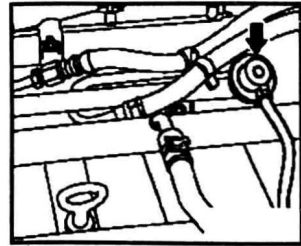

图 1-1-18 示意图
(4) 如图 1-1-18 所示，拔下燃油压力调节器上的真空软管，燃油压力应升至约 0.4MPa。